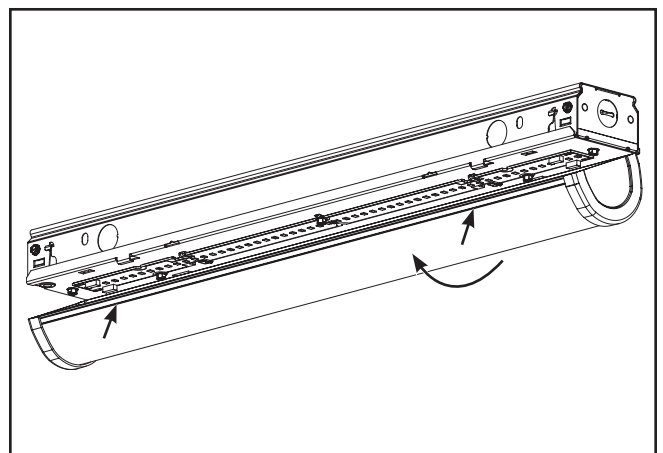

Figura 3.
3. Gire el lado de la lente que no está fijo hacia la cubierta del canal y apriételo ligeramente en las zonas donde estén los ganchos para la lente, de modo que el borde quede debajo del gancho. (Figura 3.)